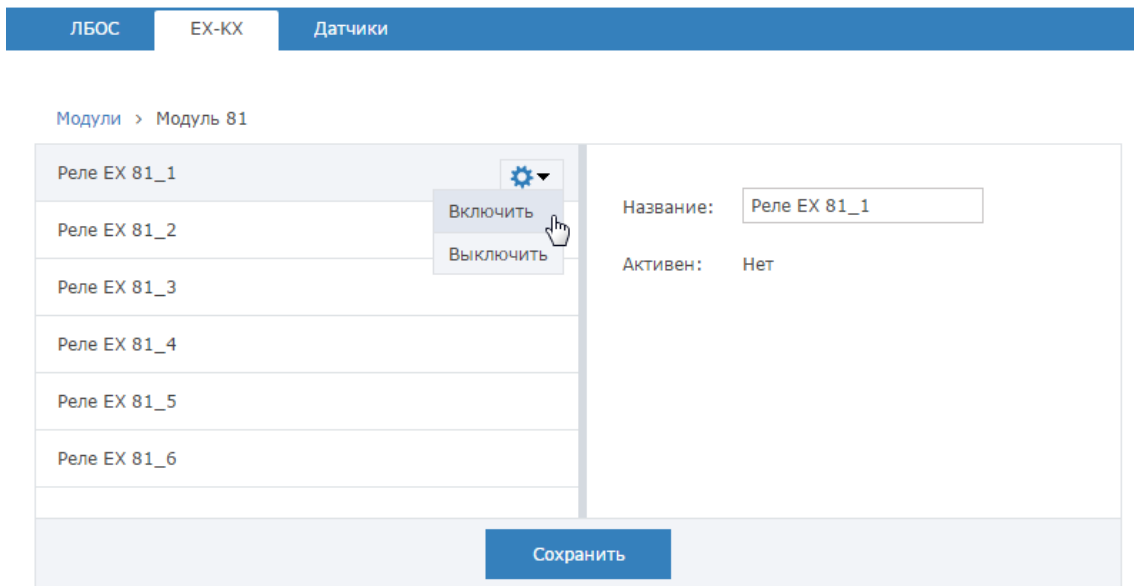

Рисунок 9.43 — Настройка реле модуля EX
- Задать имена реле модулей ЕХ и протестировать их работу путём включения/выключения (рисунок 9.43);